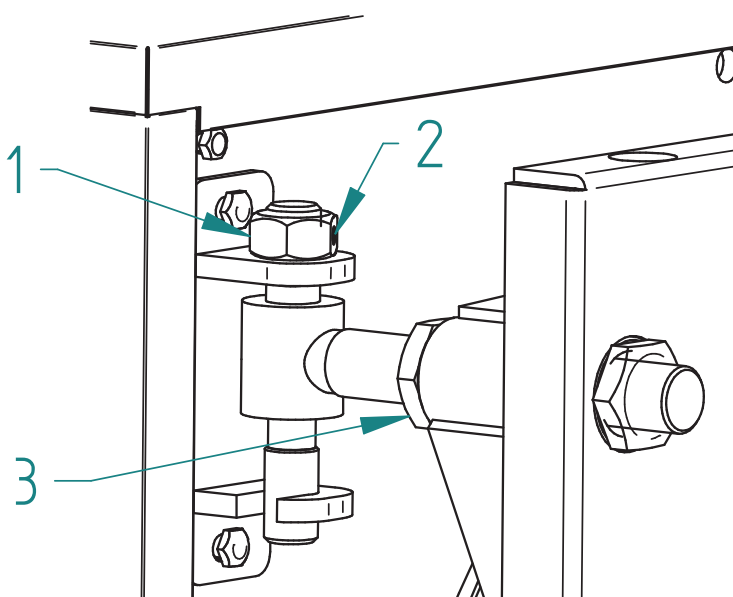

Fig. 10
- La regulación de la altura de la puerta se efectúa con la tuerca (pos. 1); terminada la regulación, bloquear los tornillos prisioneros (pos. 2 - Fig. 10).
- La regulación longitudinal de la puerta se efectúa con el tornillo pos. 3 - Fig. 10.